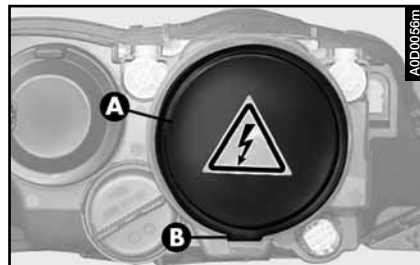

fig. 26
- sacar el capuchón de goma (A- fig. 26) tirando de la aleta (B).